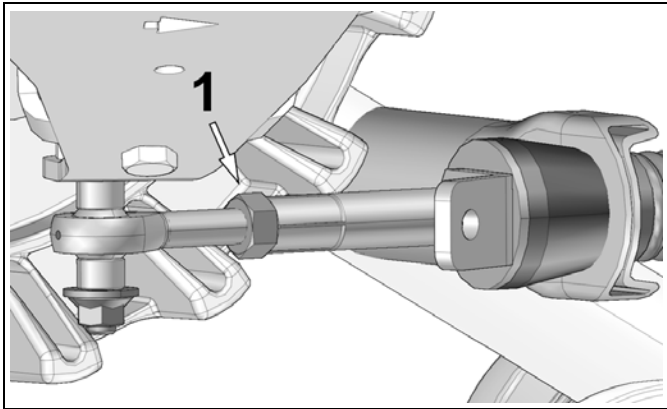

Abbildung 6
- Wenn der Anstellwinkel korrekt eingestellt ist, schrauben Sie die Gegenmutter (1) wieder mit einem Anzugmoment von 40 N•m [30 lb•ft] fest. Siehe Abbildung 6.